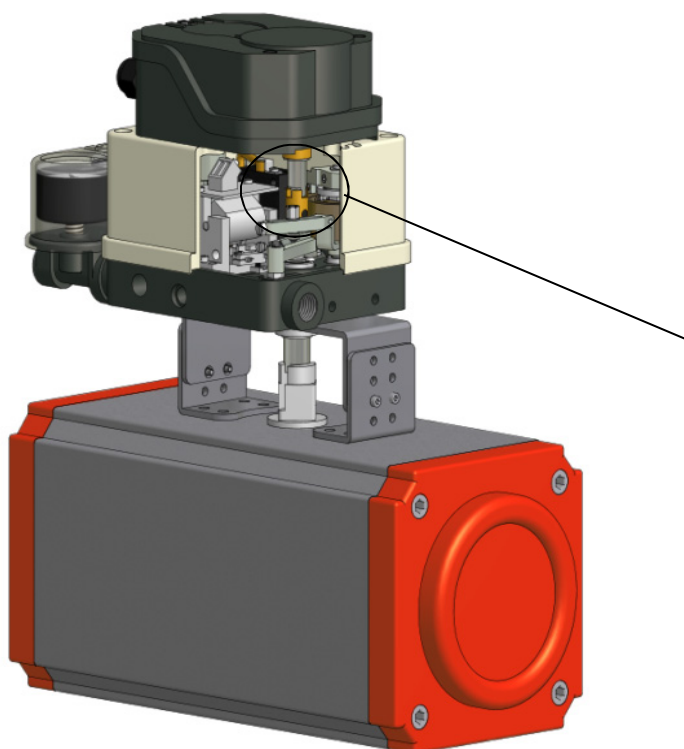
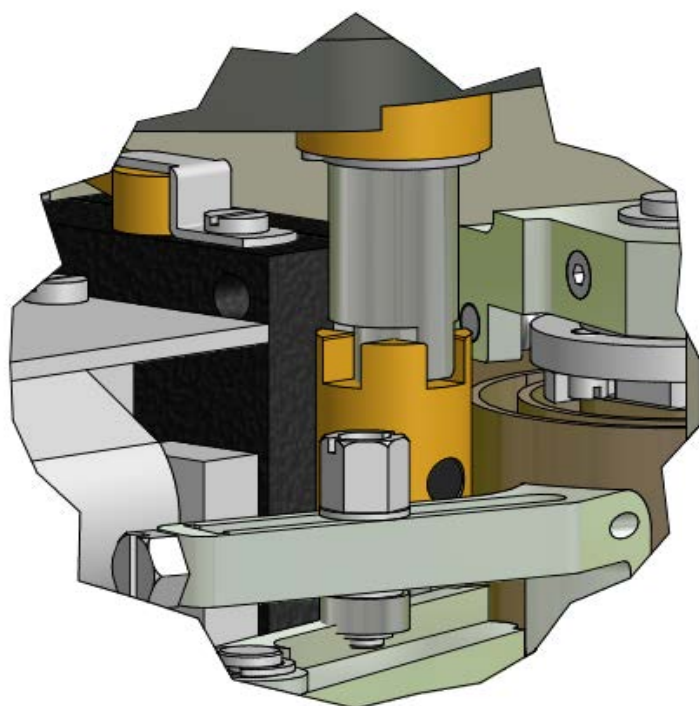

Fig. 2.3
Fig. 2.4
- utilizzando le apposite viti fissare PTL7R sul coperchio del posizionatore facendo attenzione ad inserire correttamente il perno di PTL7R nel giunto del posizionatore come in Fig. 2.3 e Fig. 2.4
- Using its screw, fix the PTL7R box on the positioner cover paying attention to insert in the right way the PTL7R pinin the positioner coupling as per Fig.2.3 & Fig.2.4.